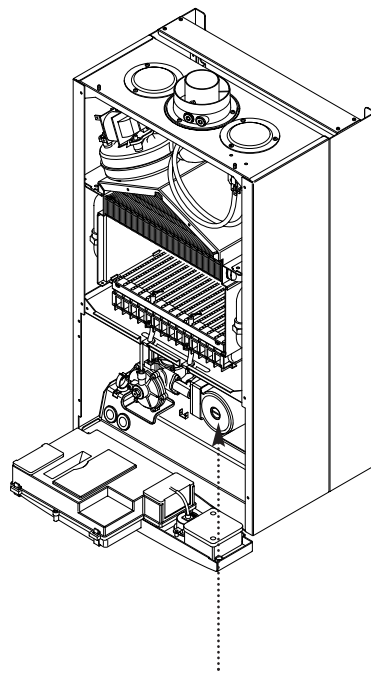

Fig. 56
12.12 Pump - Head Only (Fig. 56)
12.13 Pump - Complete (Fig. 56)